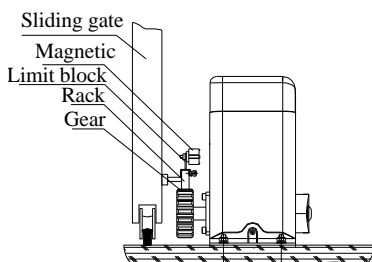
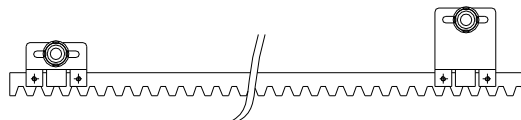

Fig.5
Fig.6
- Installare il blocco limite come indicato in Fig.5 e Fig.6. Il finecorsa magnetico e i blocchi sono utilizzati per controllare la posizione del cancello.